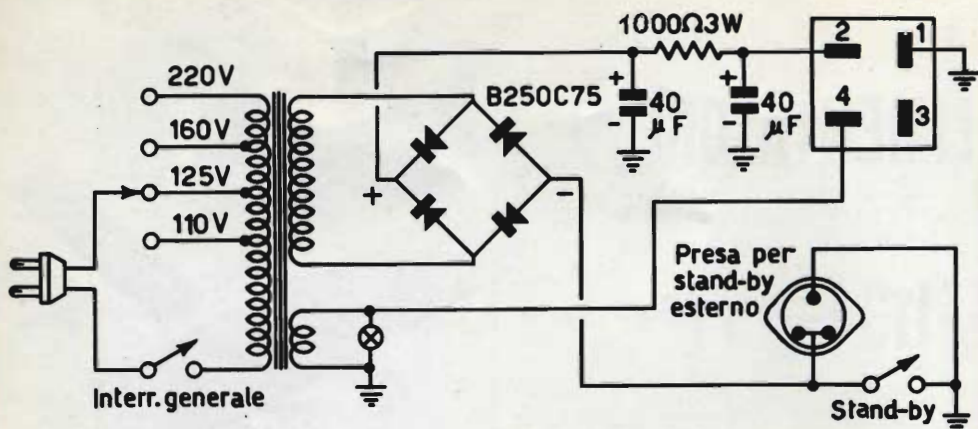

Fig. 2 - Schema elettrico dell'alimentatore Z/1134.
9. Motore 141 - vedi Fig. 2 -
Con questa regolazione l'estremità della puleggia sarà ad una altezza da 18 a 20 mm del piano della piastra - vedi Fig. 2 -. Se questa altezza risultasse maggiorata o minorata controllare il
11. Supporto articolato 22 - 23 per ruota di frizione 33 - vedi Fig. 2 -